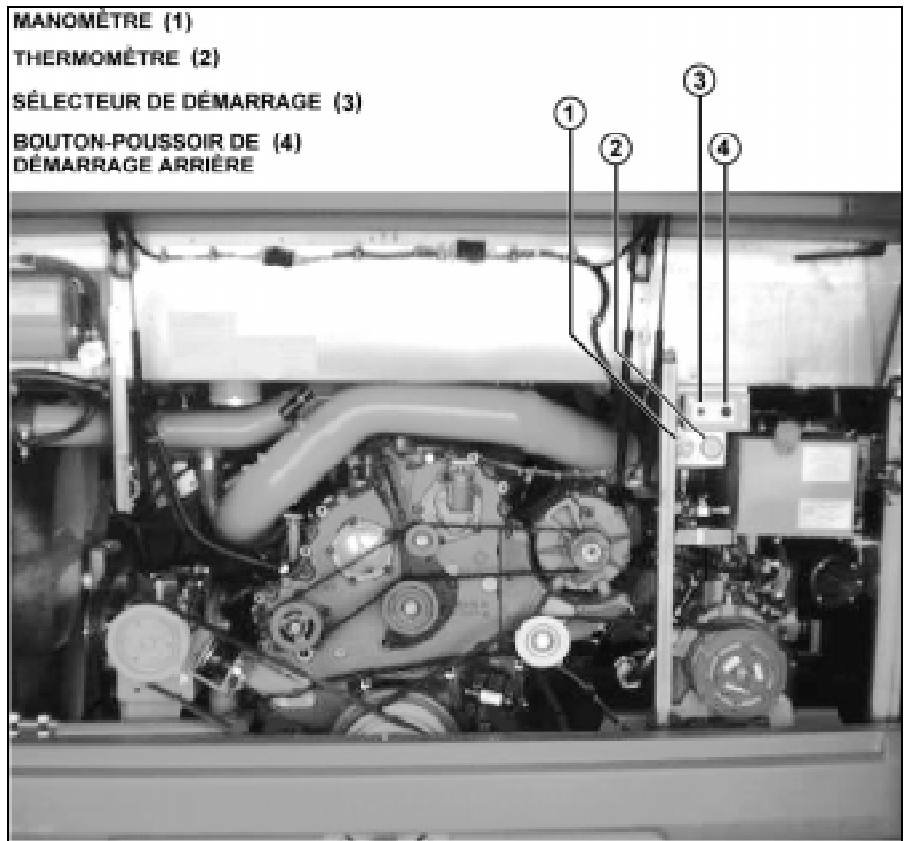

FIGURE 1 : COMPARTIMENT MOTEUR
1. Ouvrir la porte du compartiment moteur (voir fig. 1).